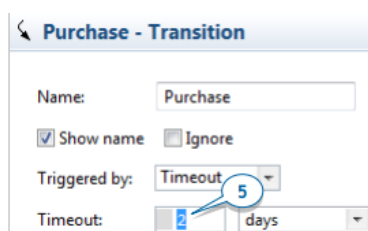

Рисунок 8.5 – Вираз часу очікування
5. Відкрийте діаграму споживача та виберіть перехід покупки. Змінити вираз часу очікування переходу можна за допомогою майстра й вибрати функцію розподілу та вставити назву функції у властивість. Щоб замінити існуюче значення, виберіть за допомогою миші наявний вираз *Timeout* (рис. 8.5).